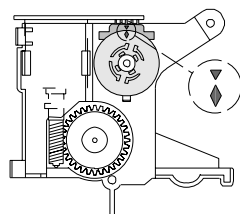

Fig. 10
- Steuerrad des Funktionswahlschalters (Fig. 10) so drehen, dass sich Raute und Dreieck gegenüberstehen.